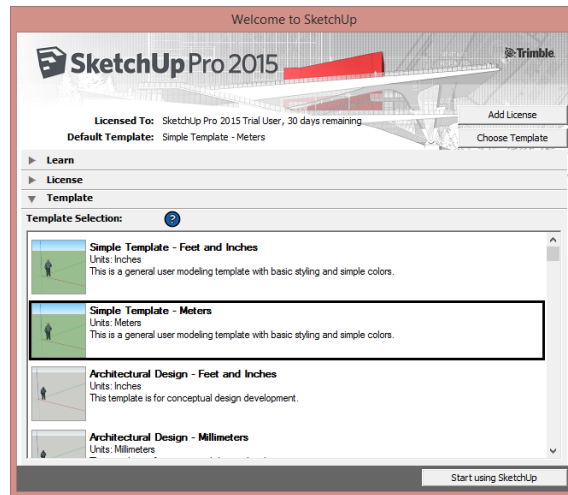

Рисунок 2.1
1. При відкритті SketchUp спочатку ми бачимо вікно вітання. Вибираємо шаблон робочої області (рис. 2.1). Основні відмінності цих шаблонів в одиницях виміру (дюйми, метри і т.д.), і стартових видах (зверху, знизу і т.д.).